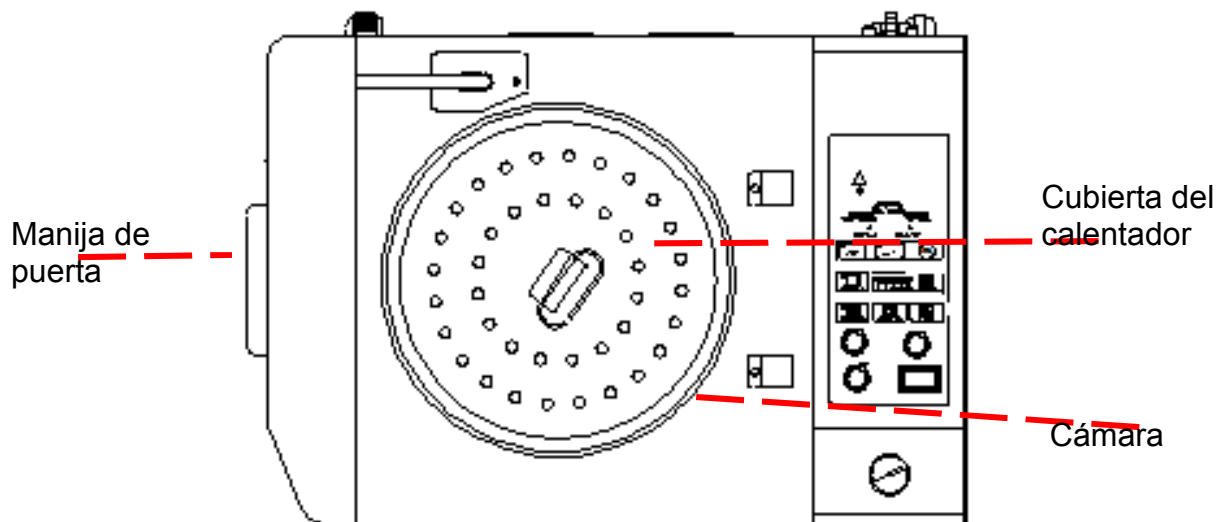

Figura 4
C. Instale la cubierta del calentador como en la Figura 4.